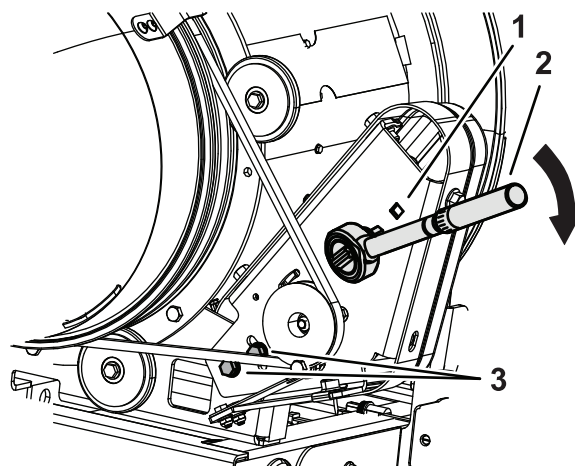

図 30
3. 図 30 のように、プーリー取り付けブラケットにトルクレンチを差し込む。